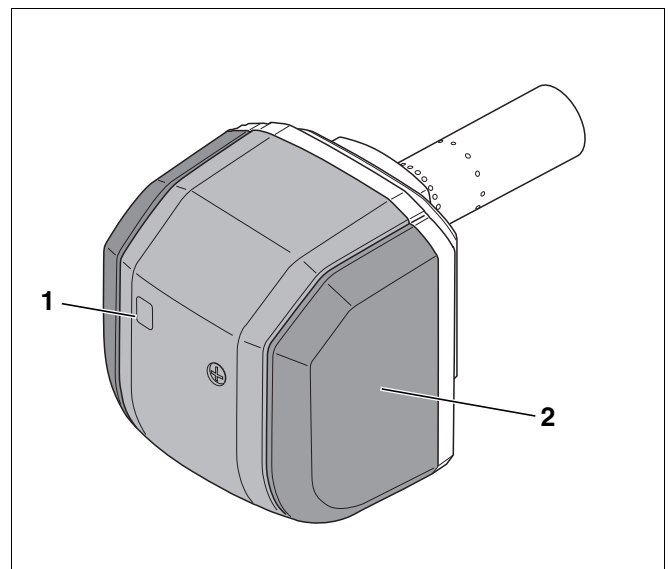

Abb. 2 Brenner
- Brennerhaube (Abb. 2, **Pos. 2**)